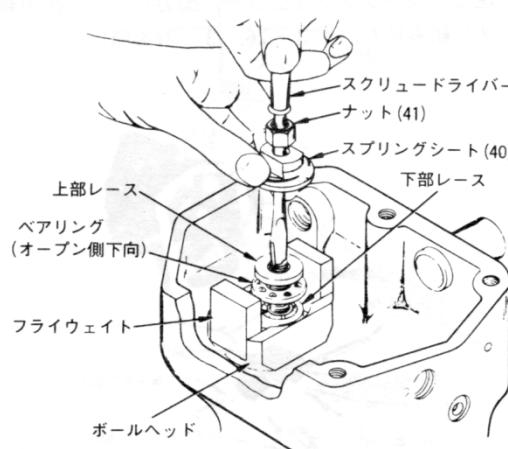
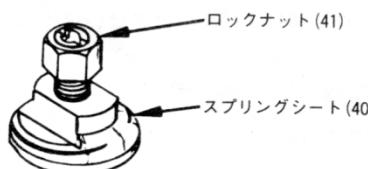

図 3-20. スラストベアリングと
図 3-21. スプリングシート調整図
16. スクリュードライバー(図3-20)を用い、スプリングシート(40)とナットをパイロットバルブプランジャーに導く。スプリングシートとナットを持ち、プランジャー(31)を反時計方向に回し、シートとナットをプランジャーに通し、ナットがプランジャーの上端よりちょっと下がるまで回す。図3-21参照。
パイロットバルブプランジャーのセンタリングが終ったら、ナット(41、図 3-21)を70ポンド・インチの力で締めつける。